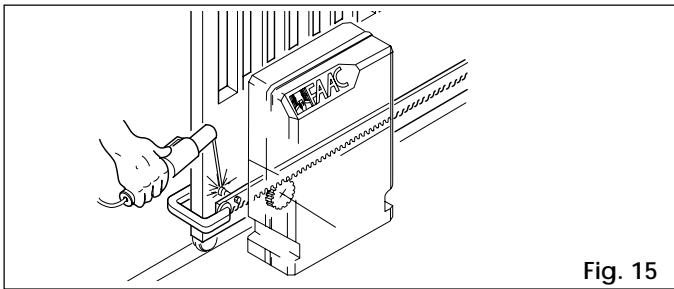

Fig. 15
- 3) Apoyar en el piñón el primer tramo de cremallera, correctamente nivelado, y soldar el pitón roscado a la cancela como ilustra la fig. 15.